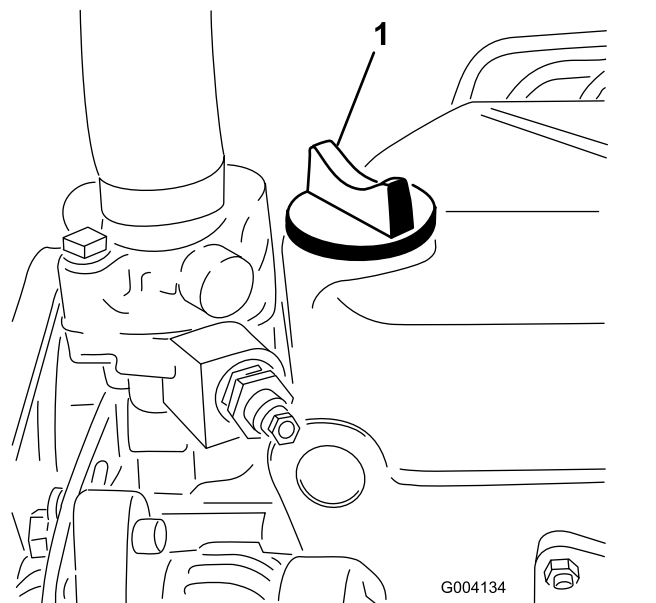

Figura 49
5. Se il livello dell'olio non raggiunge il segno di pieno, togliete il tappo di riempimento (Figura 49) e rabboccate con olio fino a portarlo al segno Full sull'asta di livello.